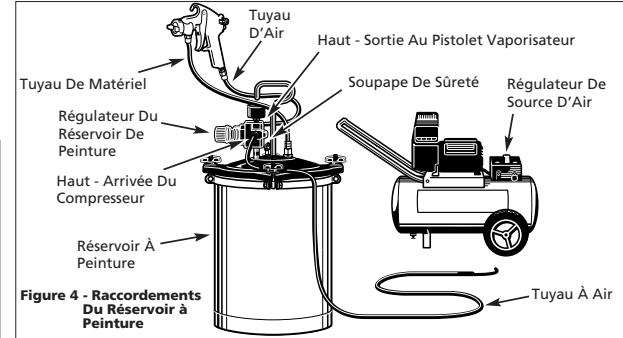

Figure 4 - Raccordements Du Réservoir à Peinture
6. Le bouton de souape pression/siphon doit être serré au sens des aiguilles d'une montre (en direction S) lorsque vous utiliser un réservoir à peinture pressurisé, comme illustré dans la figure 4. Ceci empêche l'échappement d'air pressurisé de l'orifice de souape de pression du godet lorsque le godet n'est pas utilisé.